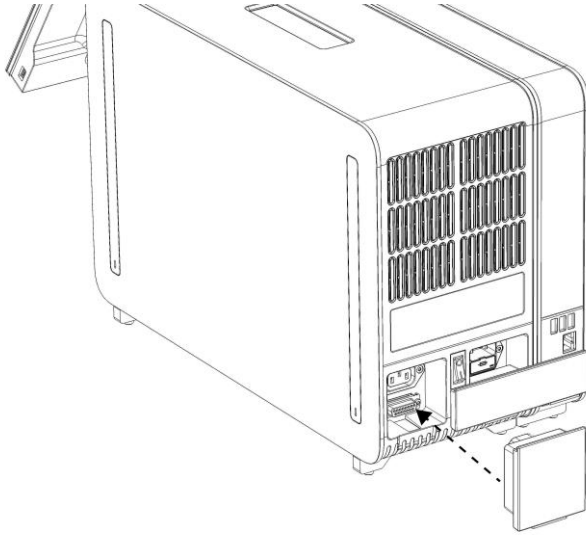

Figura 9. Conectarea punții de conexiuni.
6. Conectați puntea de conexiuni din partea din spate a modului analitic (Figura 9, pagina următoare).